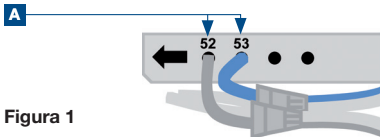

Figura 1
- 05 Inserir a ponte de cabos no conector de conjunto de cabos XE2 (**figura 1**):